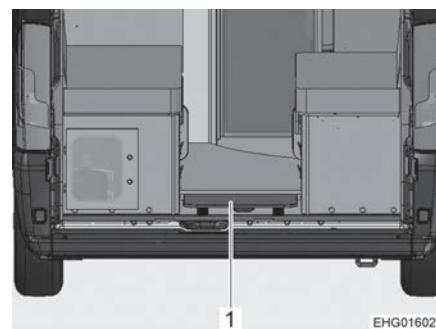

Fig. 52 Mesa plegable, asegurada bajo el pedestal
- Deslizar la mesa plegable (Fig. 52,1) en el compartimento de almacenamiento situado debajo del pedestal.